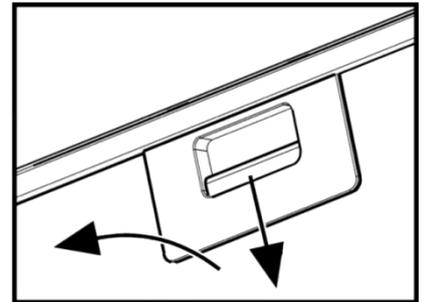

Рис.6
8.6 Для зняття алюмінієвого фільтра (**рис.6**) слід натиснути на пружинну засувку і, потягнувши на себе і вниз, зняти фільтр з панелі. Встановлення фільтра виконати в зворотному порядку.